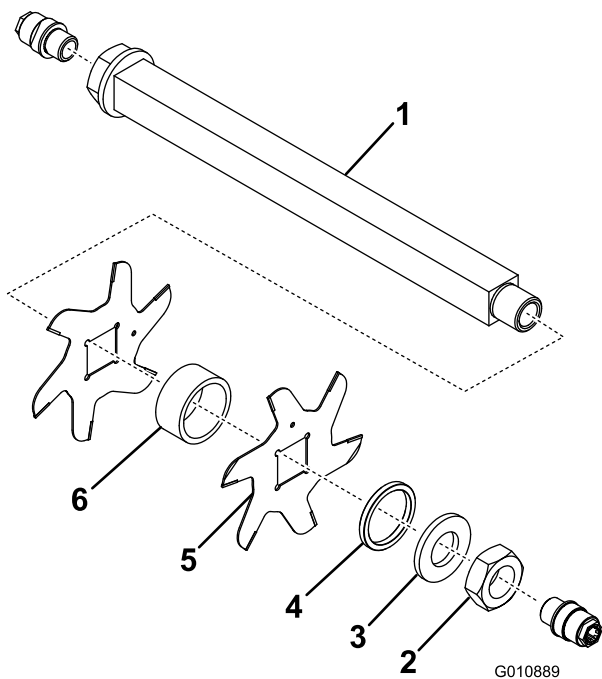

Figura 18
3. Retire el espaciador pequeño, la arandela, las cuchillas y los espaciadores grandes. Limpie el eje cuadrado y lubríquelo con una capa ligera de grasa para simplificar el montaje (Figura 18).